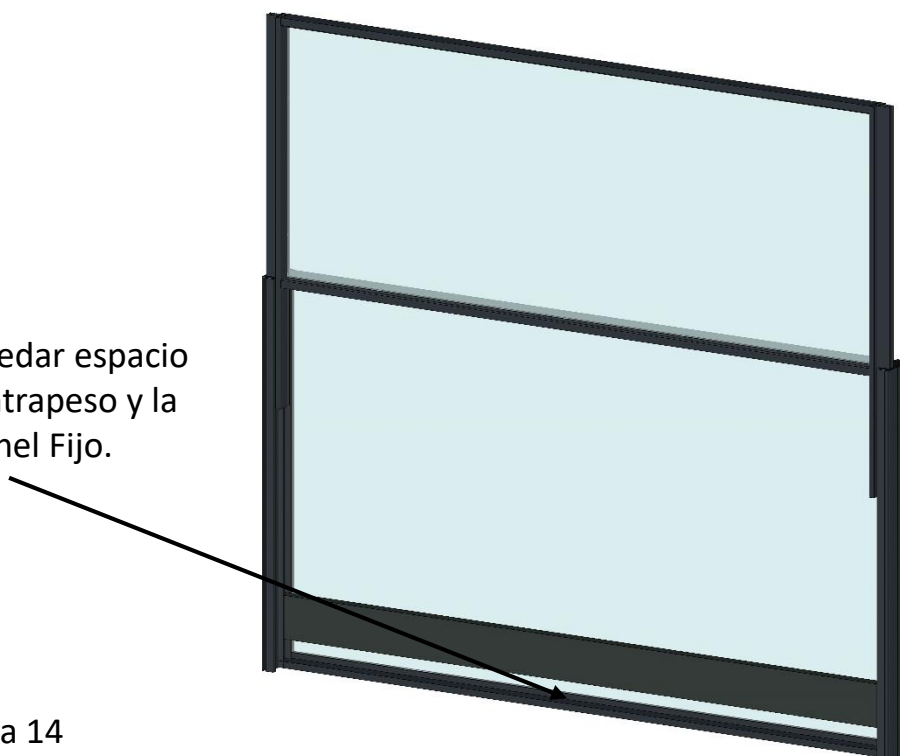

Figura 14
- De igual forma se comprueba de que el Panel Móvil en su posición más elevada, el contrapeso no llega a tocar la base del Panel Fijo (Figura 14). En caso contrario, se debe de regular el nudo, realizándolo en una posición más alta.